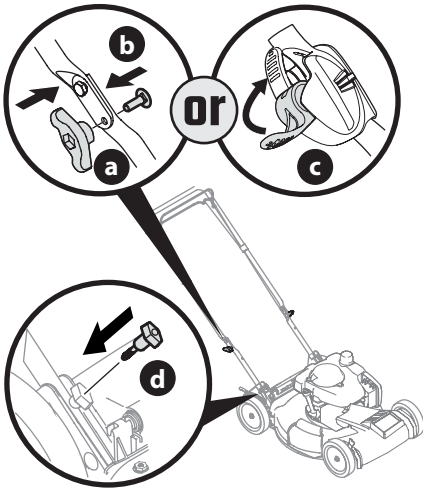

Figura 4
5. Vuelva a ajustar las perillas o las tuercas de aletas (a) y los pernos de carro (b) que se extrajeron en el PASO 2 en los orificios inferiores de la manija o trabe las palancas de liberación de la manija EZ-fold (c) (Figura 4).
6. Inserte los pernos T (d) que se extrajeron en el PASO 4 a través de los soportes de la manija y la manija inferior (Figura 4) y ajuste bien para asegurar la manija en su lugar.